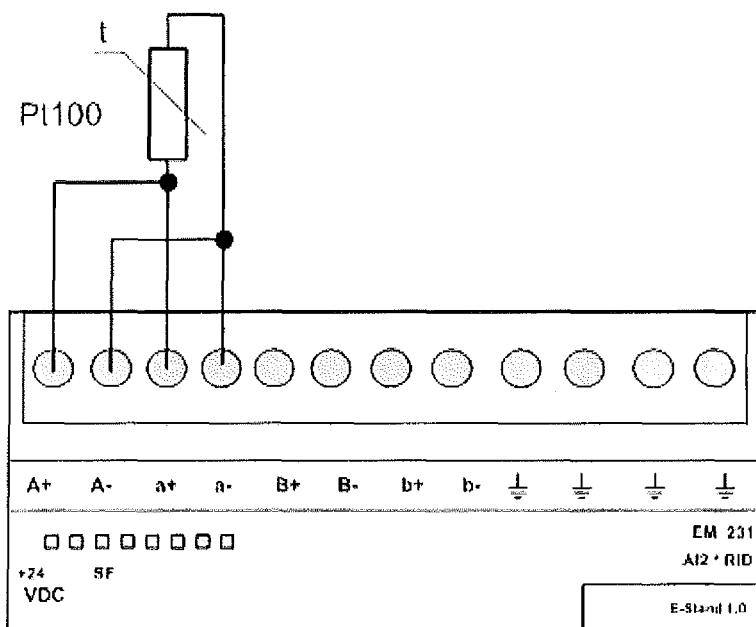

Рис. 9.10. Схема подключения терморезистора
Приведем пример получения данных от RTD. В данном примере используется стенд на базе ПЛК S7-200 CPU 226XM с подключенным модулем EM 231 RTD. Термометр сопротивления PT100 подключен по двухпроводной схеме так, как показано на рис. 9.10.
- Подключить преобразователь ТСПУ-205 (рис. 9.10).